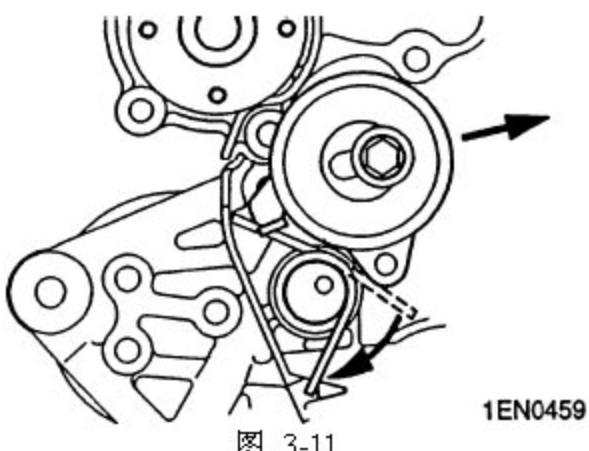

图 3-11
C).夹住张紧器弹簧的另一伸长端，并如图 3-11 所示将它钩到机油泵壳体凸耳上。
D).以图 3-11 所示方向移动正时皮带涨紧器，临时涨张紧皮带。